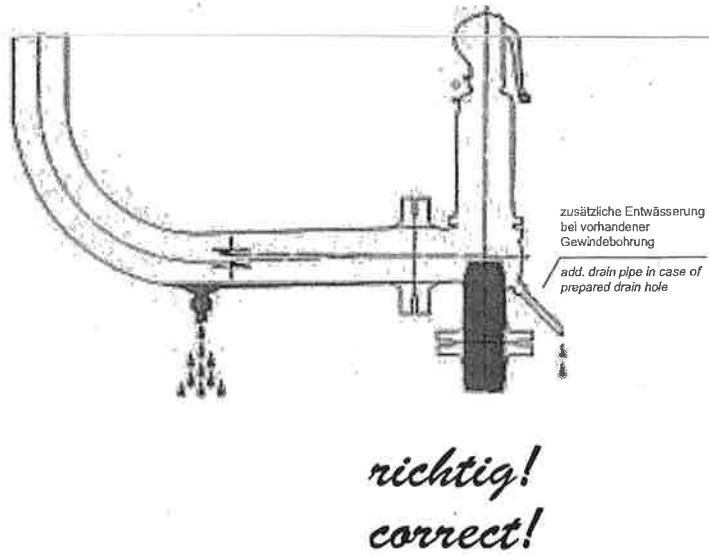

Bild 3/Figure 3
- Entwässerung immer über Ausblasleitung, die hinter dem Sicherheitsventil mit einem Gefälle bis zur Entwässerung verlegt ist (Bild 3).
- the drainage should always be carried out via the blow-off pipe, which has to be laid sloping downwards, downstream of the safety valve so that it can drain itself (figure 3).